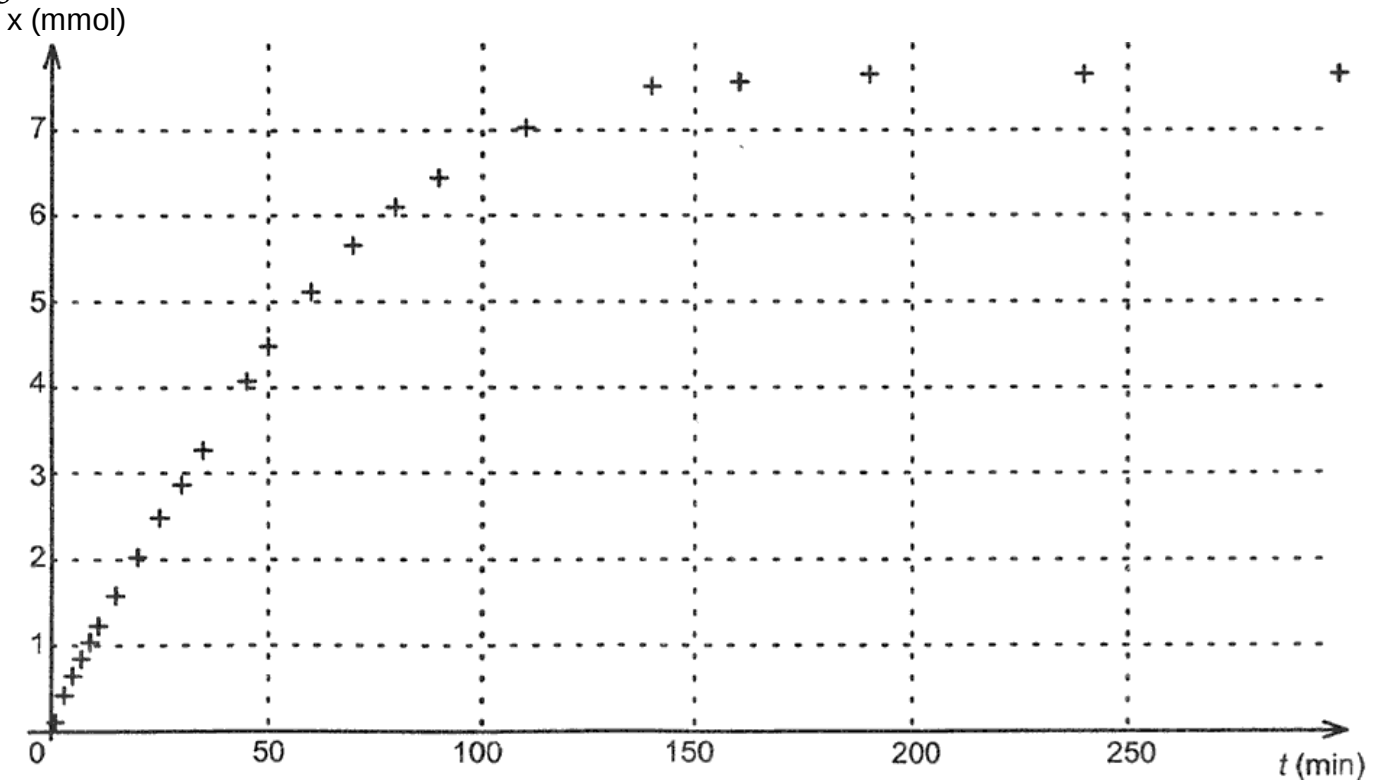

Figure 2
Le graphe de la figure 2 donne les valeurs de la pression, mesurée à différentes dates par le capteur de pression., sont reportées
La courbe donnant l'évolution de l'avancement  $x$  en fonction du temps est représentée sur la figure 2.
1.4. Comment peut-on déduire de la figure 2 l'évolution de la vitesse volumique de réaction au cours de la transformation chimique étudiée ? Décrire qualitativement cette évolution.